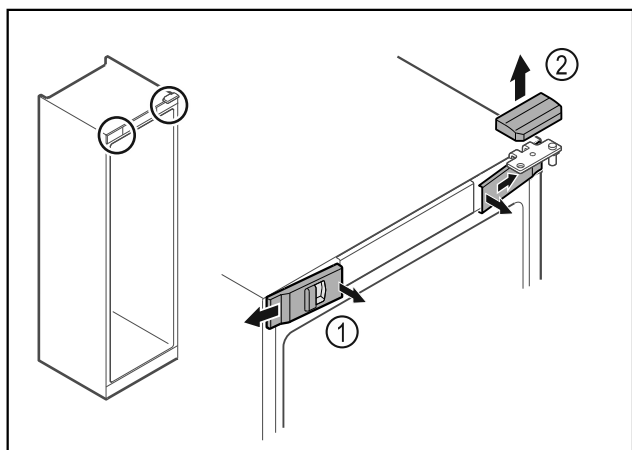

Fig. 12
► Pattintsa ki belül az elülső burkolatokat Fig. 12 (1), és tegye félre.
► Vegye le felfelé a felső burkolatot Fig. 12 (2).